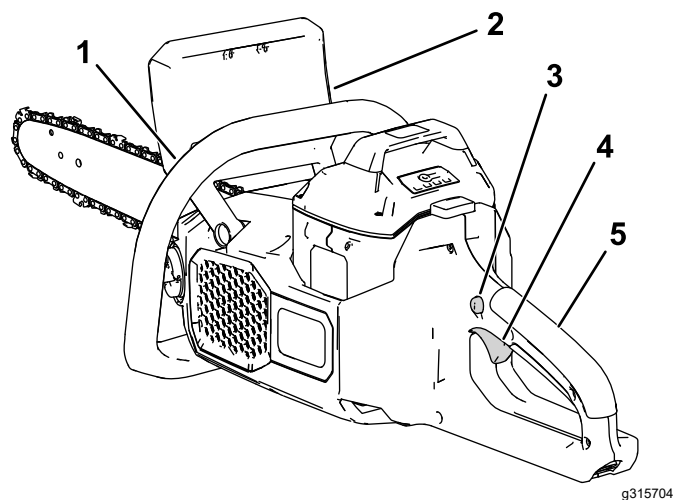

Figura 11
7. Con la mano izquierda en la empuñadura delantera y la mano derecha en la empuñadura trasera, presione el seguro del gatillo y luego apriete el gatillo (**Figura 11**).